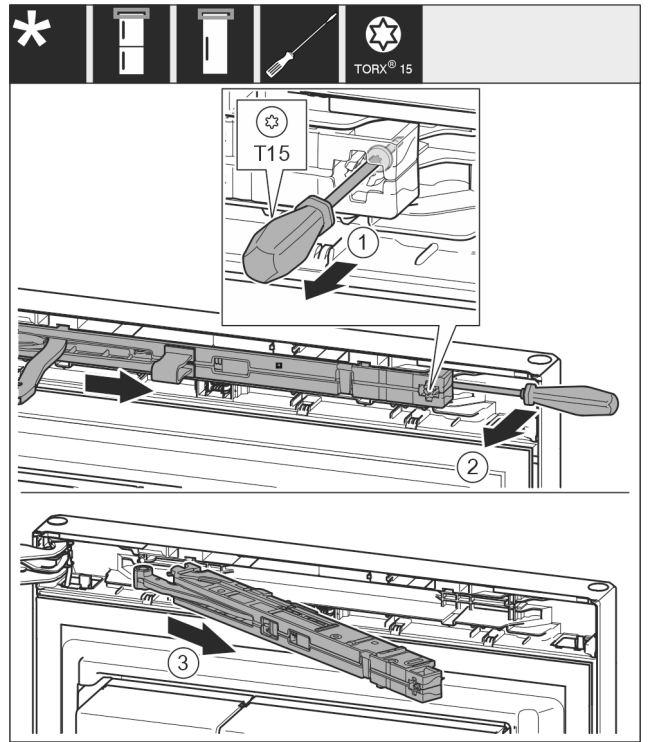

Fig. 13
- ▶ 用螺丝刀将关门阻尼单元上的螺钉 Fig. 13 (1)松开 14 mm。
- ▶ 用螺丝刀在手柄侧向前推动关门阻尼单元 Fig. 13 (2)。
- ▶ 拉出关门阻尼单元 Fig. 13 (3)。